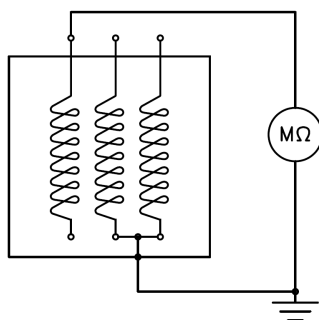

Abbildung 1
- **Hauptstator:** die Messung des Isolationswiderstands ist vorzunehmen, nachdem die Verbindungen zu den Regelgeräten (Spannungsregler oder andere Vorrichtungen) oder zu eventuellen anderen Geräten des Aggregats unterbrochen wurden. Die Messung wird zwischen einer Phase und der Erde durchgeführt, wobei die anderen beiden Phasen ebenfalls geerdet werden (dieser Vorgang ist an allen drei Phasen zu wiederholen). (siehe **Abbildung 1**)